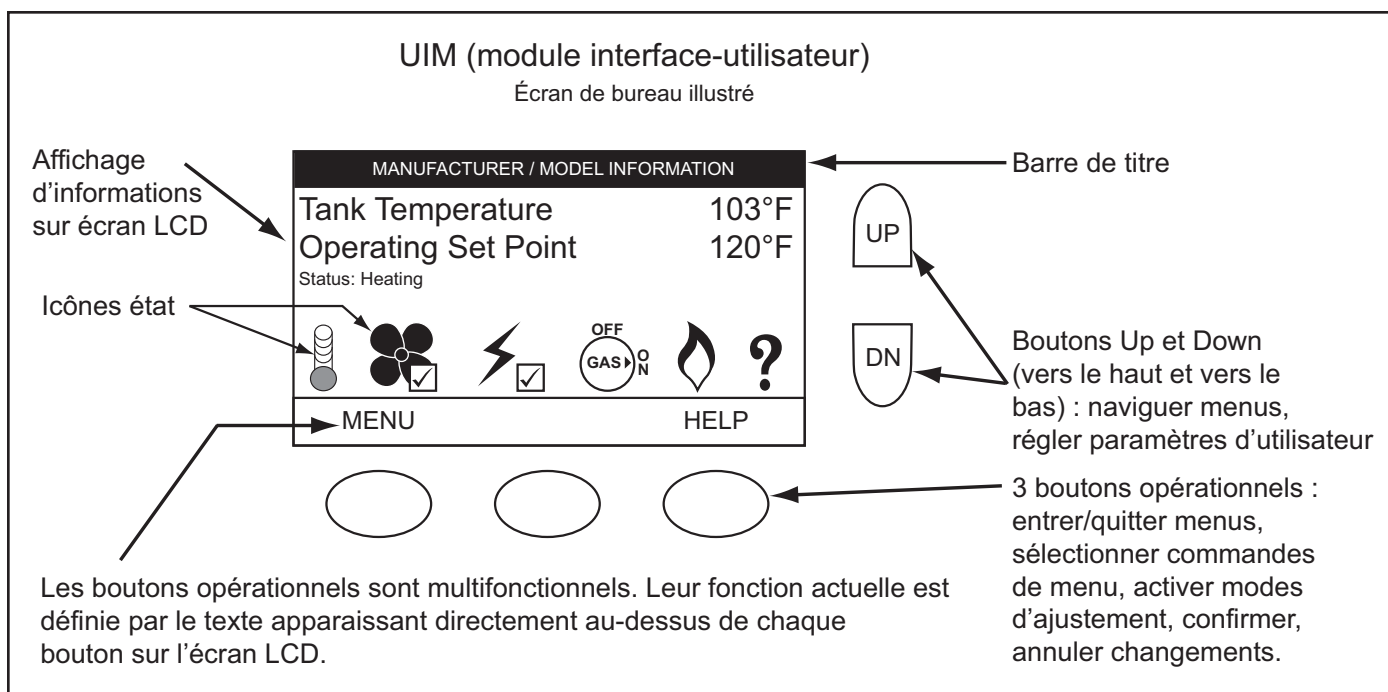

Figure 59
Tous les paramètres d'information opérationnelle et d'utilisateur sont affichés et accédés à partir de l'UIM. L'UIM abrite l'écran LCD (affichage à cristaux liquides) du système de commande et cinq boutons d'entrée utilisateur à action instantanée (à rappel); un bouton vers le haut, un vers le bas et trois (3) boutons opérationnels multifonctionnels sous le LCD, voir la Figure 59.
Les icônes État s'affichent sur l'écran Bureau et transmettent une information opérationnelle et de diagnostic. Les icônes sont décrites dans la table ci-dessous. Voir Figure 59 à la page 44 et la Séquence de fonctionnement à la page 56.
L'état de fonctionnement courant du chauffe-eau s'affiche sur l'écran de bureau sous « Status » (État). Les états de fonctionnement communs sont décrits dans la table ci-dessous. Voir Figure 59 à la page 44 et la Séquence de fonctionnement à la page 56.